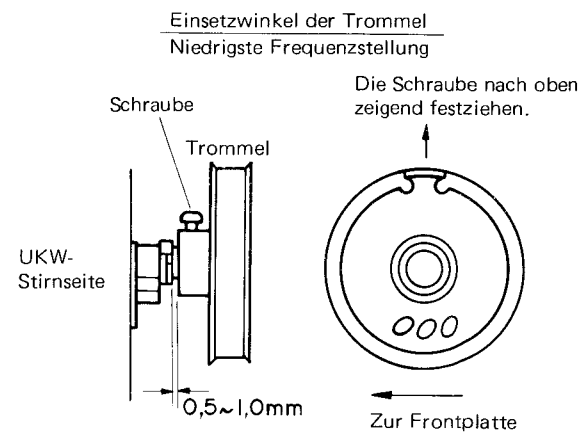

Abbildung 5-1
2. Schieben Sie die Trommel auf die Abstimmkontrollachse, wie in Abbildung 5-1 gezeigt wird.